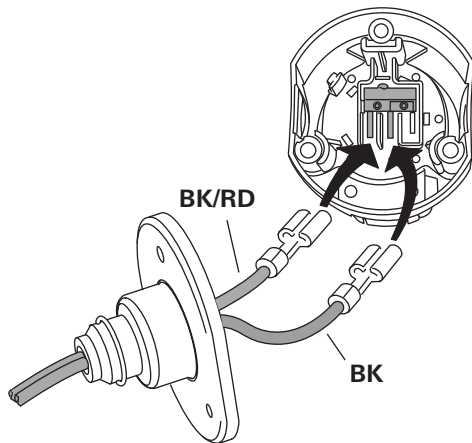

Fig. 51
- ▶ Connecter le à 2 fils avec les douilles de fiche plates sur le microinterrupteur (Fig. 51).